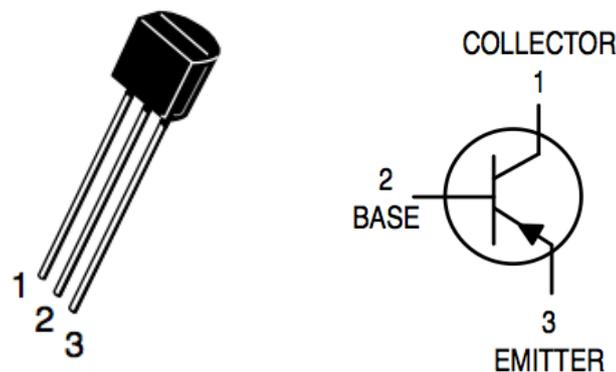

Figure 2: Configuration (milieu) et schéma (droite) des terminaux B, C et E du transistor BC557B.
1. Montez un circuit avec un BC557B (voir figure 2 pour la disposition des terminaux), le  $R_b$  que vous avez préalablement déterminé, ainsi qu'une LED et  $R_Y$  au collecteur.